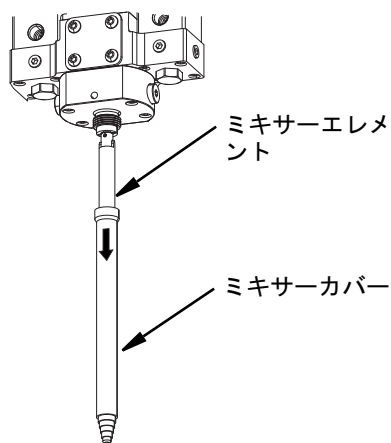

図 21
5. ミキサーエレメントからミキサーカバーをスライドして取り除いてください。図 21 を参照してください。